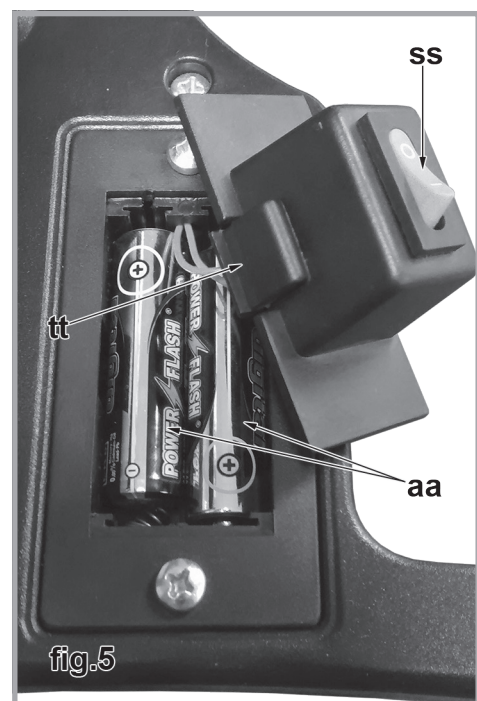

fig.5
1. Repérez l'interrupteur rouge du laser (ss, fig.5) sur la surface supérieure de la poignée, à droite de la poignée de transport.
2. Appuyez sur la languette de rétention (tt, Fig.5) et soulevez le commutateur / couvercle du compartiment de la batterie du laser.